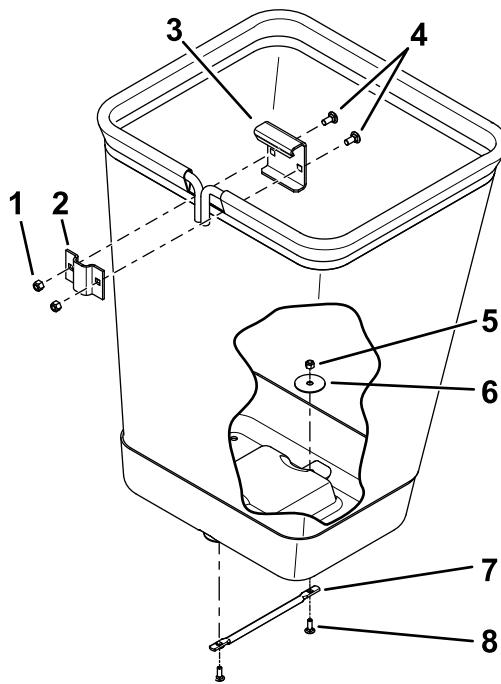

Figura 7
2. Instale la abrazadera en cada bastidor de bolsa con 2 pernos de cuello cuadrado (5/16" x 3/4") y 2 contratuerca (5/16"), tal y como se muestra en la Figura 7.
3. Instale el asa en la parte inferior de cada bolsa con 2 pernos de cuello cuadrado (1/4" x 3/4"), 2 arandelas y 2 contratuerca (1/4"), tal y como se muestra en la Figura 7.